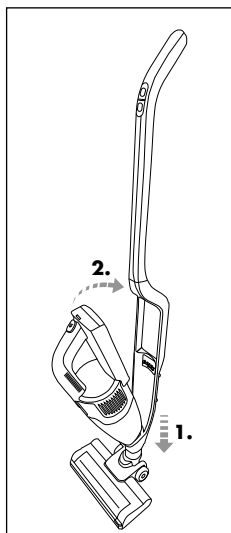

Fig. 3
- 1) Pentru a conecta unitatea manuală **3** cu mânerul **12**, împingeți partea superioară a unității manuale **3** în decupajul locașului unității manuale **14** (fig. 3).
- 2) Apăsăți apoi mânerul **2** unității manuale **3** în locașul unității manuale **14**, astfel încât unitatea manuală **3** să se fixeze și să fie într-o poziție fixă (fig. 3).